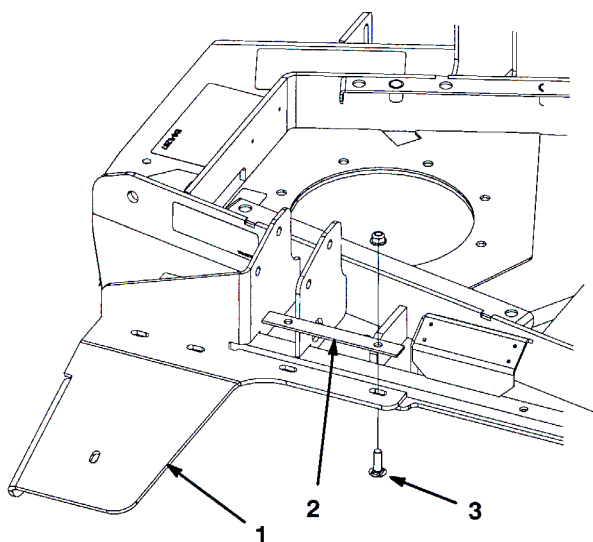

図1
1. ゴム製デフレクタを、カuttingユニットの左後角に、ホールド・ダウンと共に取り付ける (5/16 x 1" キャリッジ・ボルトとフランジ・ナット各 2 を使用)。デフレクタの位置は図1を参照。